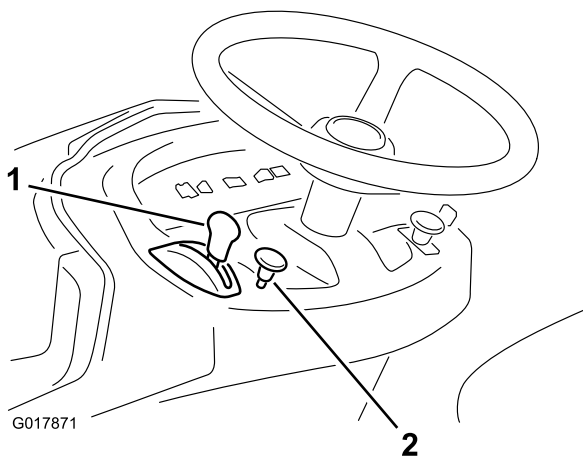

Figura 9
6. Si el motor está frío, tire hacia fuera del mando del estérter (Figura 9).
8. Cuando el motor arranque, mueva lentamente la palanca de control del acelerador a la posición de Rápido (Figura 9).
1. Mueva la palanca del acelerador a la posición de Lento (Figura 9).